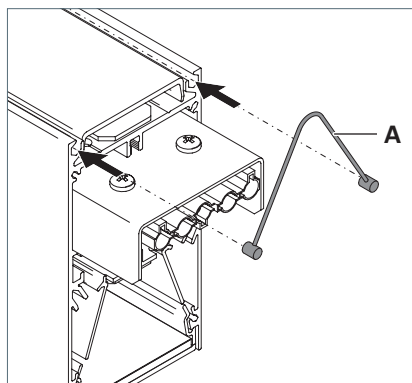

Fig. 17: Accrocher un câble métallique dans le luminaire.
- Faites passer une extrémité du câble métallique **A** dans les guides de la partie supérieure du luminaire, voir Fig. 17.